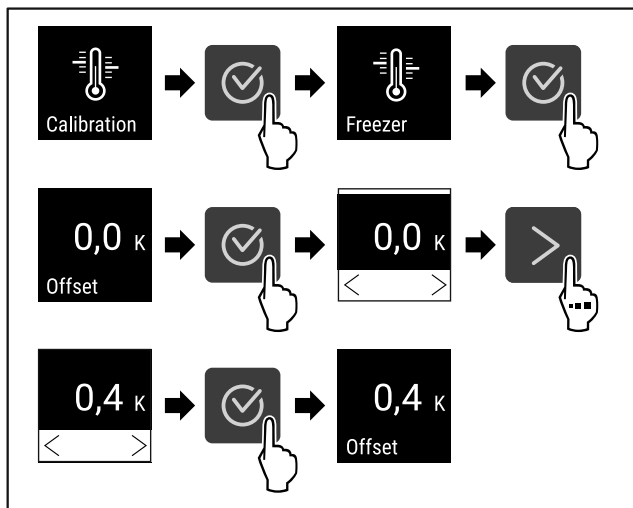

Fig. 95
- ▶ Izvedite zahtevane korake (glejte Fig. 95).